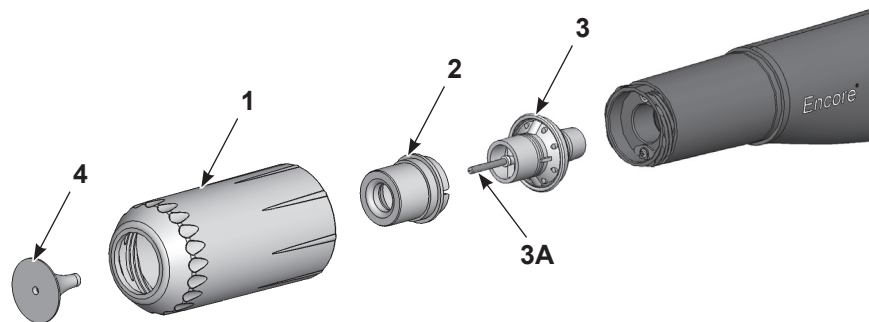

Figura 9 Cambio de deflectores y boquillas cónicas opcionales
1. Ver la Figura 9. Para cambiar el deflector (4), retirarlo suavemente del conjunto de electrodo (3). Si se cambia únicamente el deflector, se debe instalar el nuevo deflector en el conjunto de electrodo, teniendo cuidado de no doblar el cable del electrodo.
2. Para cambiar la boquilla entera, desenroscar la tuerca de la boquilla (1) en sentido antihorario.
3. Retirar la boquilla cónica (2) del conjunto de electrodo.